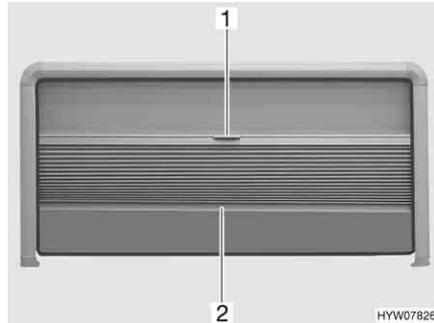

Fig. 64 Ventana abatible
- Coger el estor plegable por el centro de la tablilla final (Fig. 64,2) y tirar con cuidado hacia abajo.
- Sujetar la tablilla final (Fig. 64,2) del estor plegable por el centro y empujar el estor plegable cuidadosamente hacia arriba.
- Tirar cuidadosamente hacia abajo la protección contra insectos (Fig. 64,1) mediante el tirador.
- Regresar la protección contra insectos lentamente totalmente hacia arriba por la tablilla final del estor plegable (Fig. 64,2).